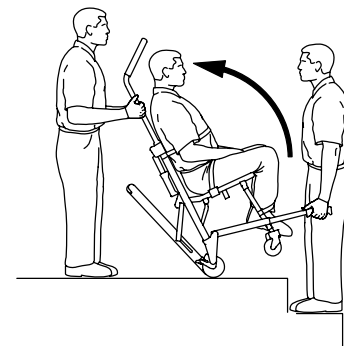

Figur 7 – Udløserkabel til øverste styregreb
3. Operatøren i hovedenden: Træk i udløserkablet til det røde øverste styregreb (B) med den ene hånd stop (Figur 7). Brug den anden hånd til at trække grebet opefter og helt ud. Slip kablet og sørg for, at grebet er låst på begge sider i den fuldt udtrukne position.